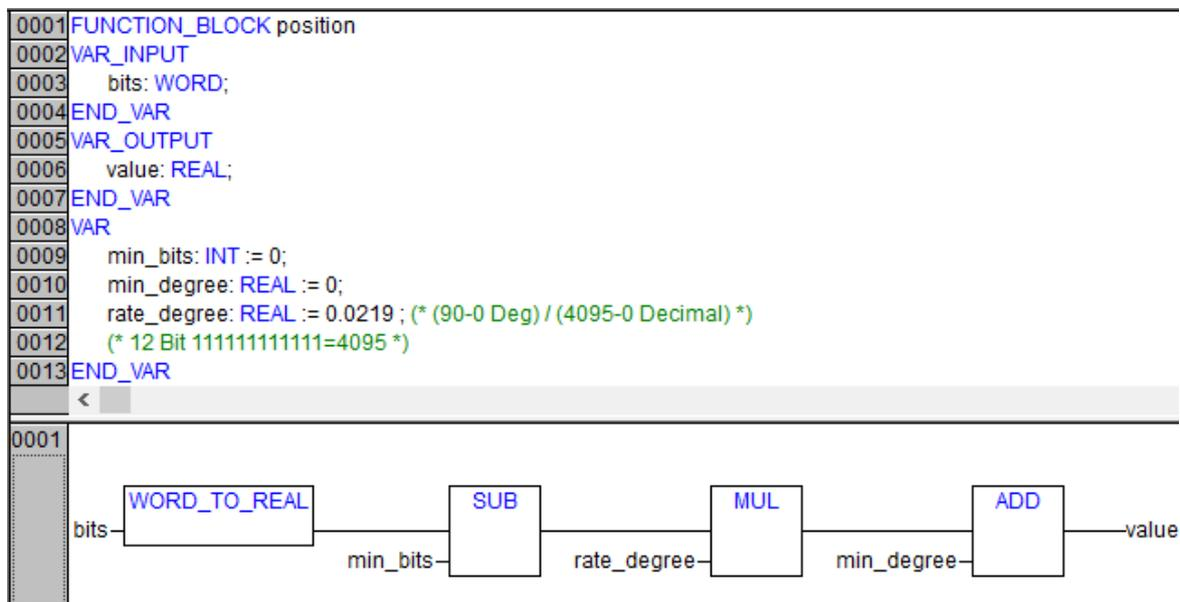

Рис. 31. Преобразователь положения заслонки на языке FBD
10. *Создайте функциональный блок преобразователя положения.* В первой системной вкладке, где список ROU, щёлкните правой клавишей мыши и в появившемся контекстном меню выберите команду «Добавить объект» (Add Object). В автоматически открывшемся диалоговом окне выберите тип объекта «Функциональный блок» (Function Block), задайте ему имя position и язык FBD. Программный код блока показан на рис. 31. Блок работает аналогично преобразователю давления.